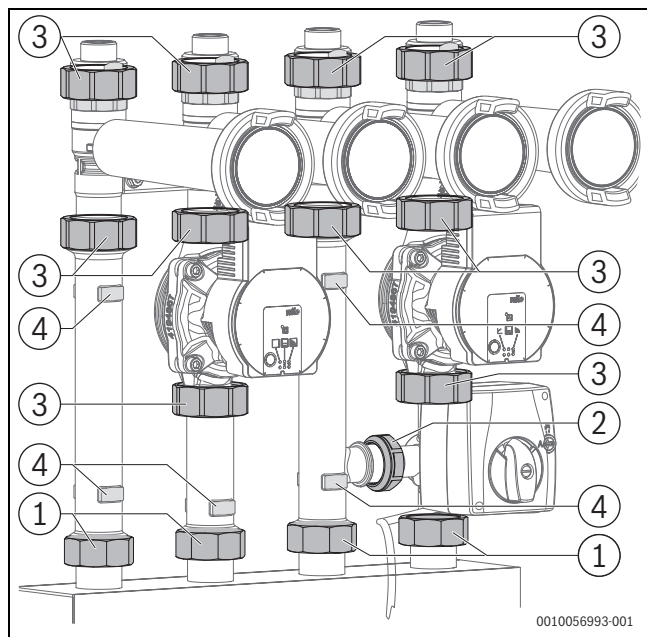

Fig. 13 Écrous-raccords et méplats de clé (exemple : circuit de chauffage mélangé)
- ▶ Lors du serrage des écrous-raccords, maintenir les méplats de clé (figure 13) avec un outil approprié.
Tab. 11 Tailles de clé et couples de serrage max. (pour la fig. 13)